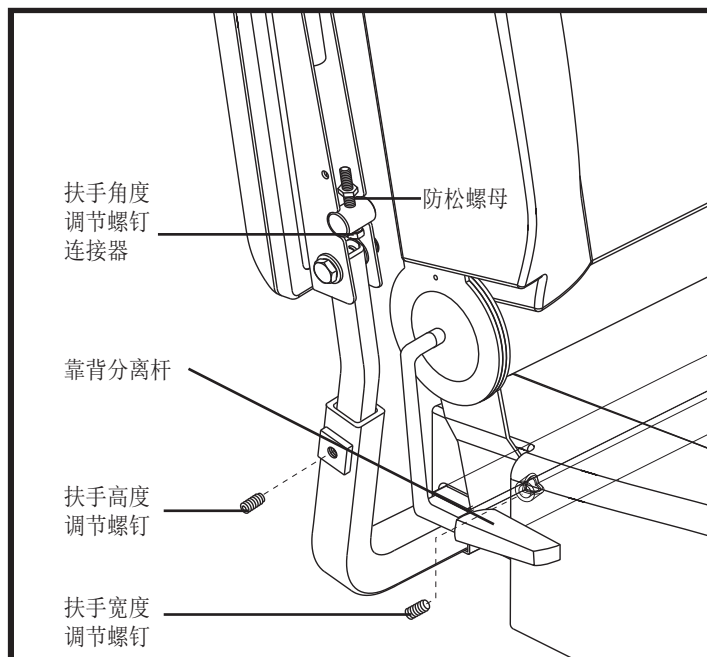

图10 扶手和靠背调整
若您的电动轮椅配置了手动倾斜靠背，您可通过靠背分离杆调整靠背角度。该分离杆位于座椅底座的右侧。见图10。
1. 使扶手宽度调整旋钮位于扶手接收器架的每一侧。见图10。
1. 松开扶手上的固定螺丝钉。见图10。